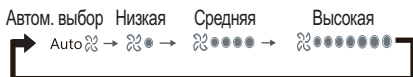

Рисунок 3.8
2) 3 уставки оборотов вентилятора: Скорость вращения изменяется в порядке, показанном на Рисунок 3.8.